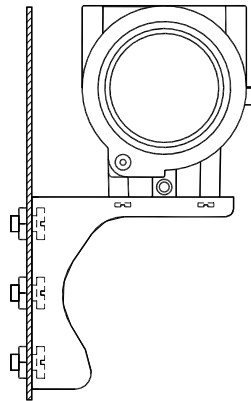

图 2.2 弯支架盘装
**弯支架盘装**的典型安装方式如图 2.2 所示。用所提供的 4 个螺栓将变送器固定于盘装弯支架上,再通过 M10 螺栓(用户自备)将盘装弯支架固定于表盘上。